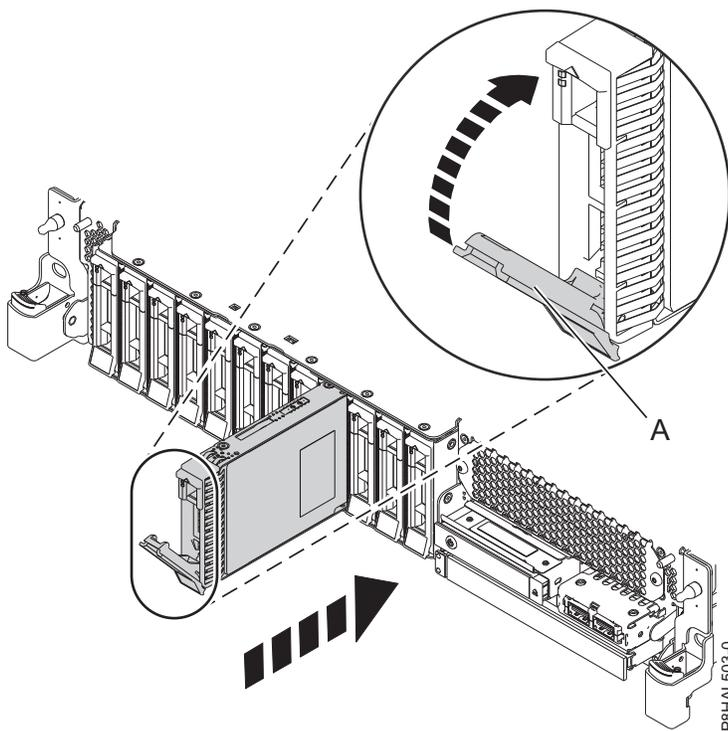
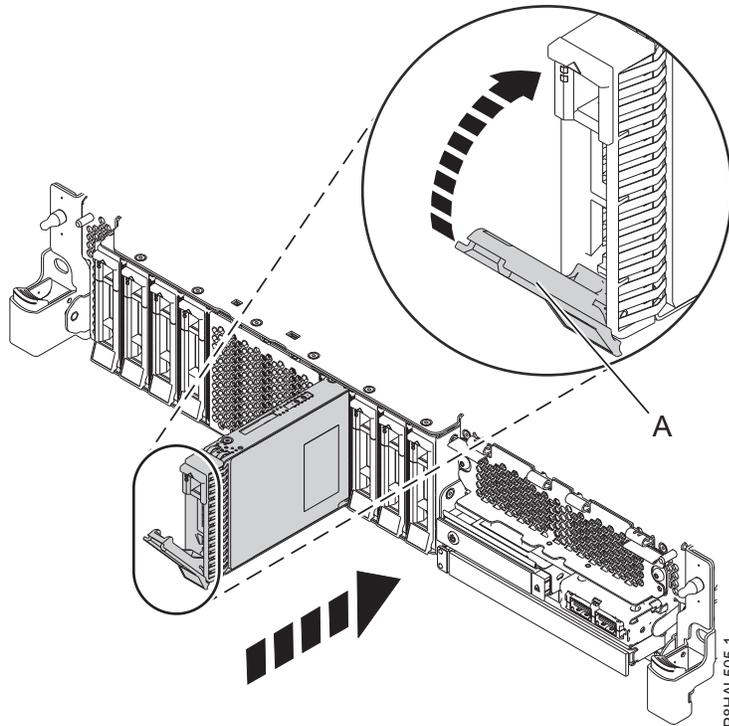

Abbildung 32. Plattenlaufwerk in einem System mit Basisfunktionen installieren
Abbildung 33. Plattenlaufwerk in einem System mit erweiterten Funktionen installieren
4. Entriegeln Sie den Griff (A) des Laufwerks, indem Sie ihn zusammendrücken und zu sich hin nach außen ziehen. Wird der Griff nicht ganz nach außen gezogen, lässt sich das Laufwerk nicht in das System einschieben. Siehe Abb. 32 und Abb. 33 auf Seite 37.
8. Wenn die Kennzeichnungs-LED blinkt, schieben Sie das Laufwerk ganz in den Steckplatz ein und drücken den Griff des Laufwerks (A) ein, bis er einrastet. Siehe Abb. 32 und Abb. 33 auf Seite 37.